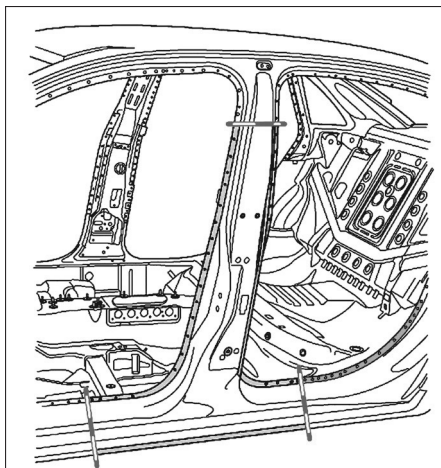

FIG. 16
- Désolidariser la face intérieure du montant B sous l'écrou soudé de la ceinture de sécurité (Fig.16).